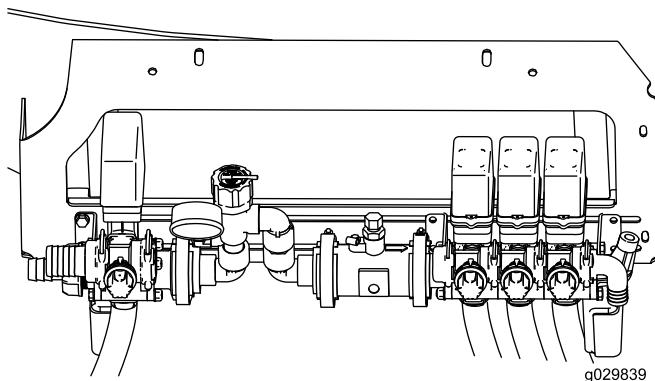

Figure 4
11. Positionnez avec précaution le débitmètre et le bloc de vannes de section de manière à placer le débitmètre de niveau avec le clapet de décharge de pression (Figure 4).